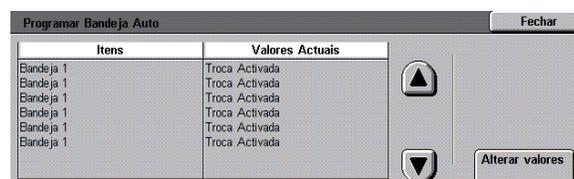

Figura 10: Ecrã Programar Bandeja Auto
**2** Prima o ícone **Programar Bandeja Auto** para visualizar o ecrã Programar Bandeja Auto, tal como ilustrado na Figura 10.